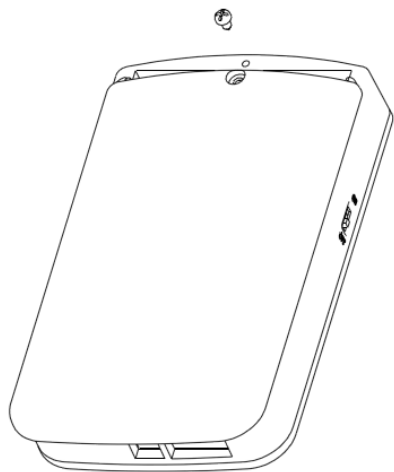

图 1 按图示方向打开后盖
- 将产品后盖上方的螺钉旋出，并按图1中所示，沿箭头方向使后盖滑动5mm以脱离卡扣，打开后盖。
- 安装电池盖。按图1所示位置将电池盖扣上，沿箭头的反方向将电池盖推入卡扣，旋紧螺钉。